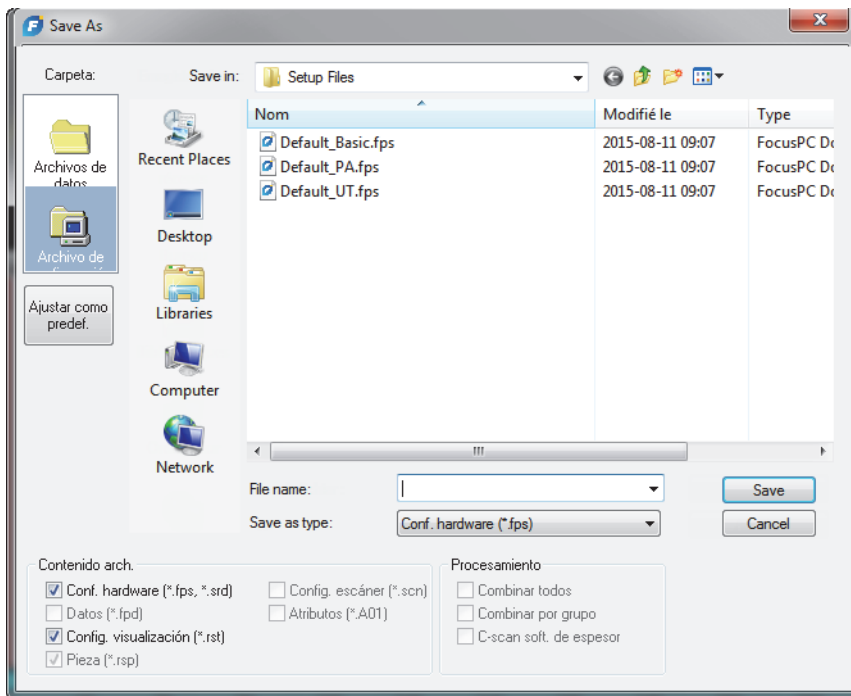

Figura 4-38 Cuadro de diálogo Guardar como
2. En el cuadro de diálogo **Guardar como...** que aparece (ver Figura 4-38 en la página 145), siga los siguientes pasos: